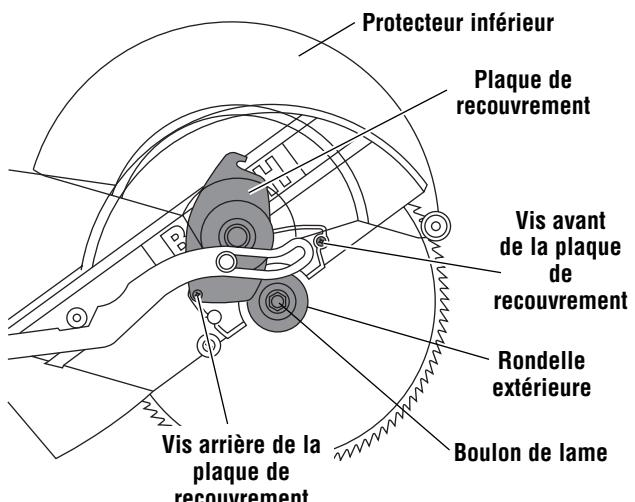

Figure 1. Dépose de la lame
- Desserrez, mais n'enlevez pas complètement, les deux vis de la plaque de recouvrement (avant et arrière) (Figure 1).
- Soulevez le capot inférieur et la plaque de recouvrement de manière à pouvoir accéder au boulon de lame (Figure 1).